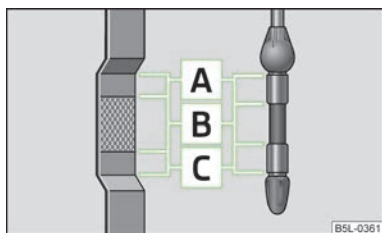

Fig. 134
Joja indică nivelul uleiului » fig. 134.
- Nivelul uleiului nu trebuie să fie în nici un caz, deasupra zonei **A** » fig. 134. Pericol de deteriorare a instalației de evacuare a gazelor arse!